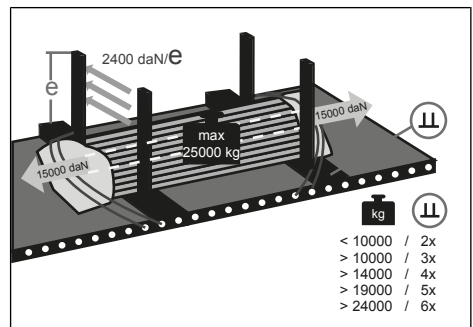

Fig. 8-21: Sistem Multi Fix
- ▶ Poziționați țevi de oțel între grinzile de reazem verticale pe grinzile de așezare (vezi "Fig. 8-21: Sistem Multi Fix", pag. 155).
- ▶ Atașați plasa de siguranță la capătul țevilor de oțel (vezi "Fig. 8-21: Sistem Multi Fix", pag. 155).